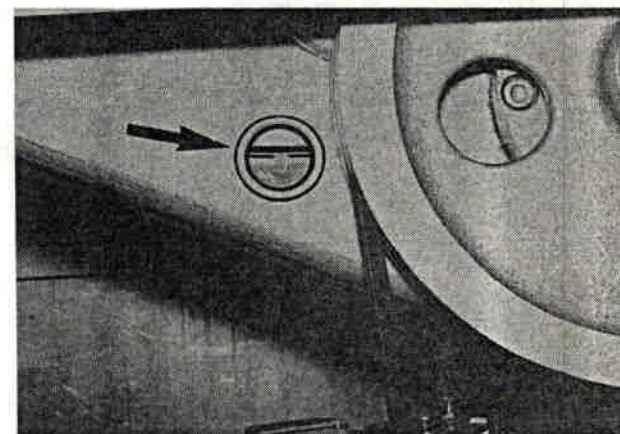

Bild 100
2. Ölstand am Schauglas (Bild 100/Pfeil) prüfen; er muß sich in der Mitte des Schauglases befinden.